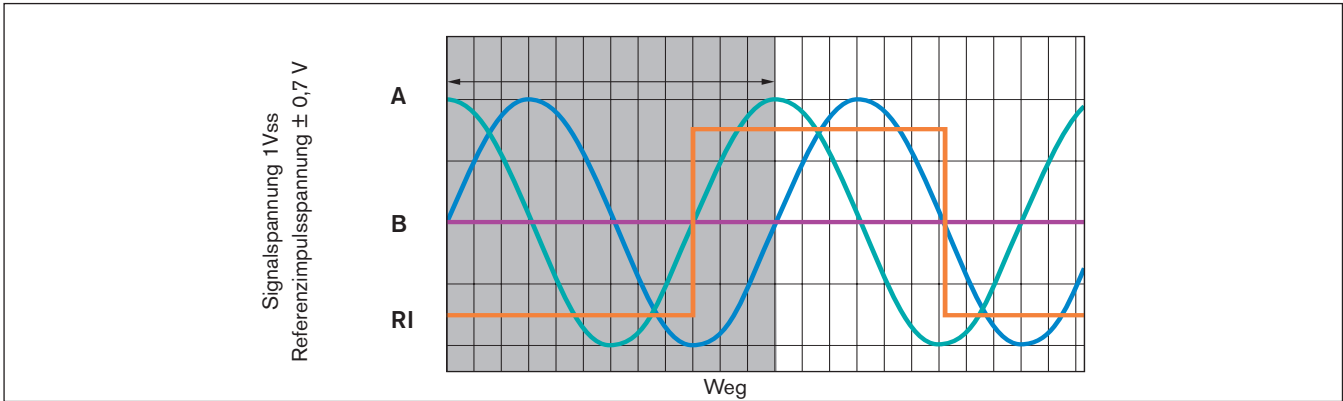

Fig. 8: Analoge Signale in Sinusform (I1)*)
*) Fig. 8 / 9: A, B und RI voll differentiell, bei Bewegung des Sensors in positiver Zählrichtung.